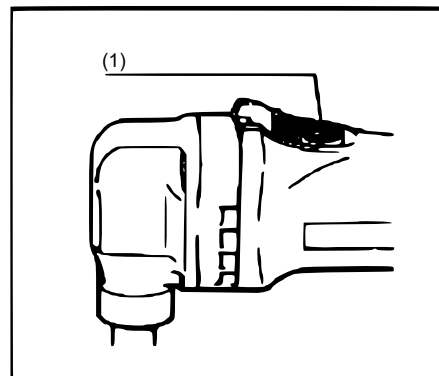

Afbeelding 5
*Wijzigen van de gereedschapspositie (Afb. 5)*